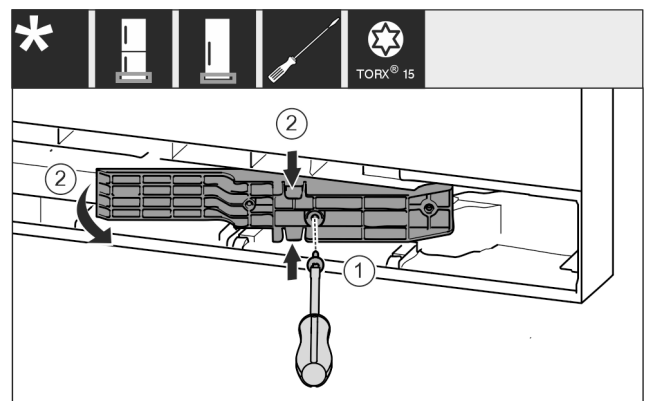

Fig. 16 *
► Ослабьте винты отверткой T15. Fig. 16 (1)*
► Извлеките деталь адаптера. Fig. 16 (2)*